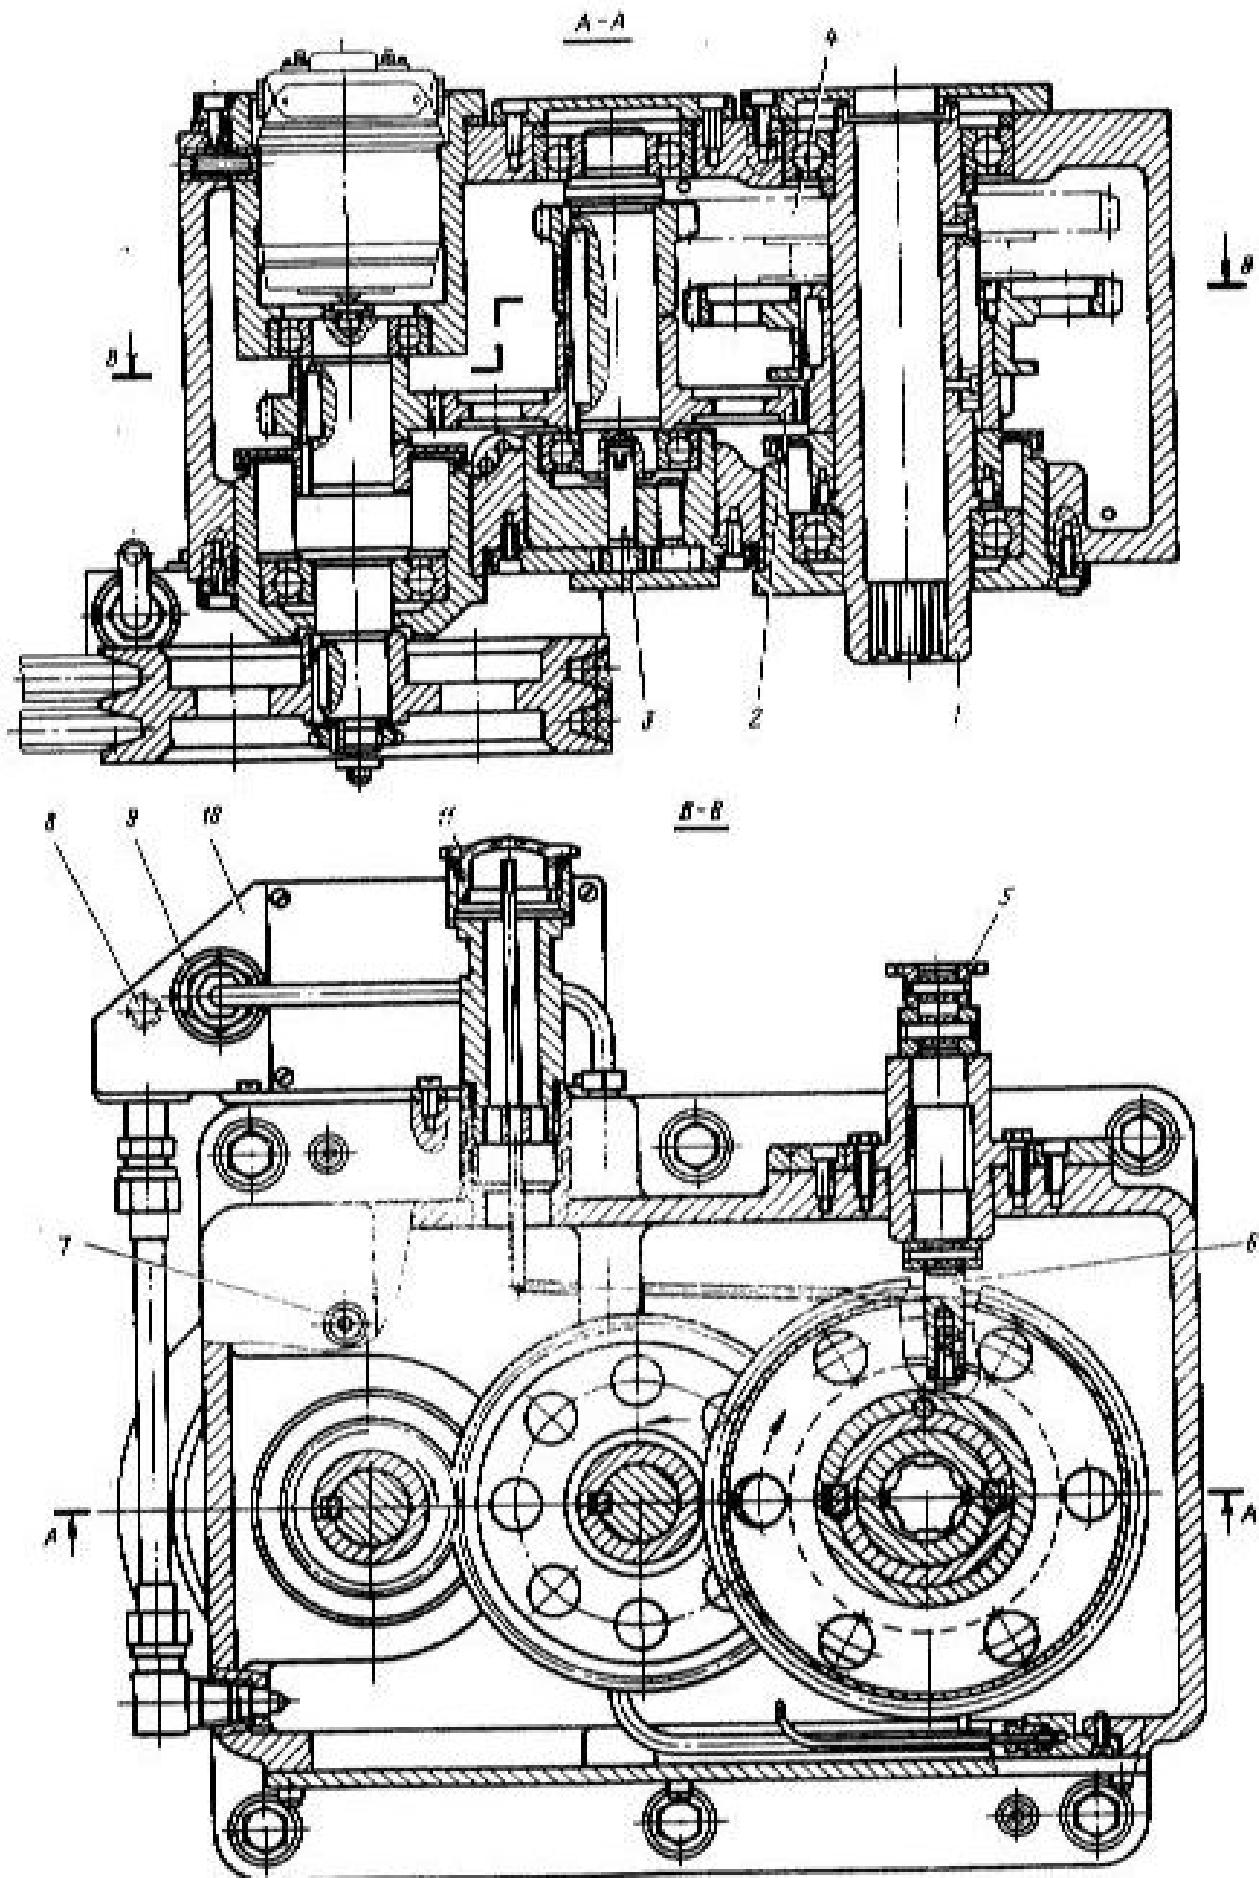

Рис. 24. Коробка скоростей
Выходной вал I (рис.24) коробки пустотелый с внутренними пазами, в него входит шлицевый вал (см.рис.20), соединяющий коробку скоростей со пинцетом. Электродвигатель привода пинцета крепится в открытой нише стойки на подисторной плате на резиновых амортизаторах. Клиновременная передача от электродвигателя к коробке скоростей закрыта легкими кожухами. Затяжные ремни производятся смещением электродвигателя вместе с его платой.
Вращение от пинцета может передаваться на выходной вал либо через промежуточную муфту 2 (см.рис.24), либо через зубчатый перебор 4.
6. Контроль за наличием смазки в коробке скоростей необходимо производить по маслоуказателю II (см.рис.24), расположенному с правой стороны кожуха блока направляющих.